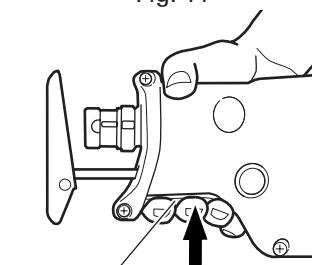

Fig. 12
- (3) La posición de la base puede ajustarse en tres etapas. Mueva la base a un intervalo de aproximadamente 15 mm, encuentre la posición en que la base queda enganchada, y presione hacia adentro la palanca de base con los dedos. Al escuchar un chasquido significa que la base ha quedado asegurada. (Fig. 12)